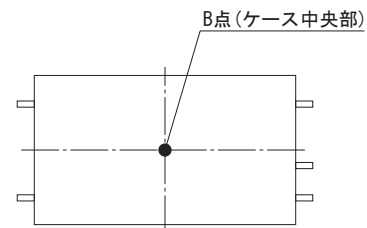

図7.2 強制通風時の温度測定箇所 (ケース上面)
②SUC1R5
■強制通風時 (1m/s) は、図7.2のB点の温度が95°C以下となるように通風して、ご使用ください。